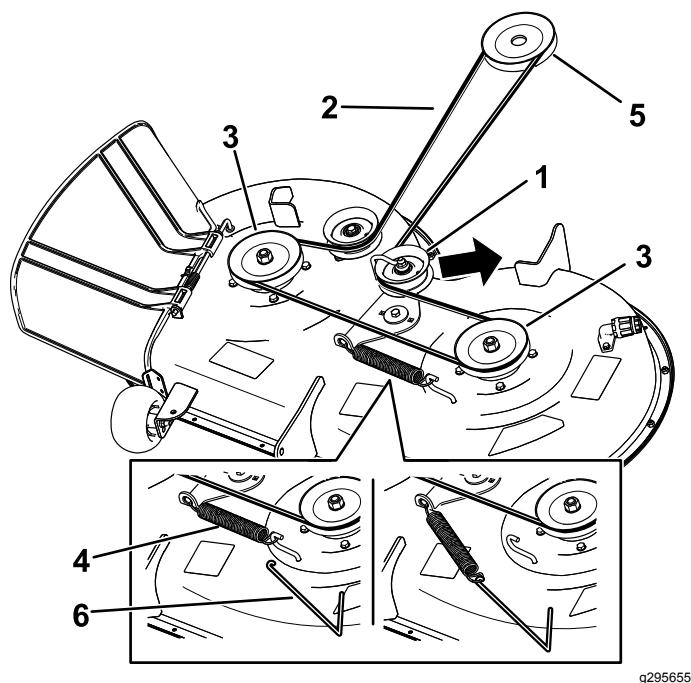

Figure 49
le tablier pour détendre la poulie de tension et déchaussez la courroie des poulies (Figure 49).
6. Acheminez la courroie neuve autour de la poulie du moteur et des poulies du tablier de coupe (Figure 49).
7. À l'aide d'un outil de dépose de ressort (réf. Toro 92-5771), accrochez le ressort au crochet situé sur le tablier, afin d'exercer une tension sur la poulie de tension et la courroie du tablier de coupe (Figure 49).